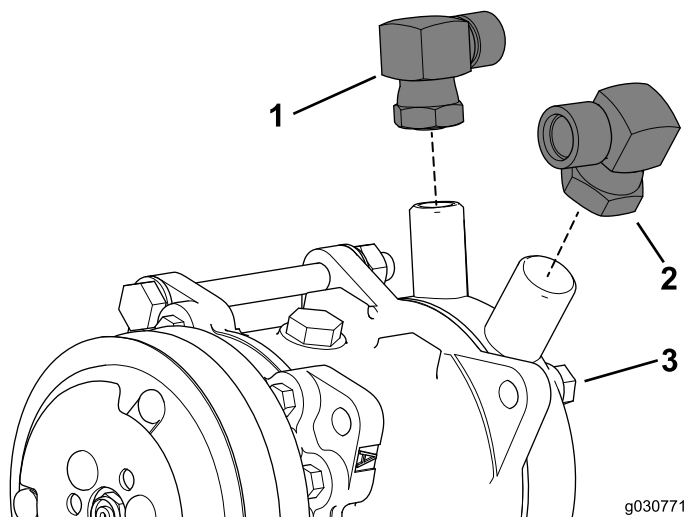

Bild 41
1. Befestigen Sie das rechte Winkelanschlussstück (7/8") am Niederdruck- oder Ansauganschluss an der Klimaanlagepumpe (**Bild 41**).
3. Befestigen Sie das rechte Winkelanschlussstück (3/4") am Niederdruck- oder Auslaufanschluss an der Klimaanlagepumpe (**Bild 41**).